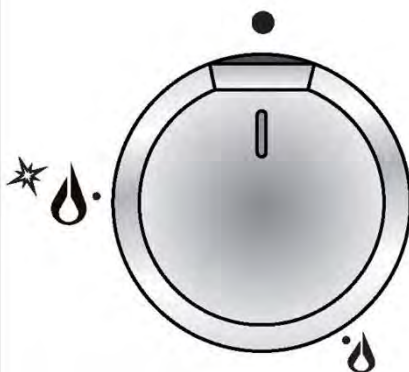

Fig. 2.1
Debitul de gaz către arzătoare se reglează prin rotirea butoanelor (ilustrate în fig. 2.1) care controlează supapele de siguranță.
1. Apăsăți butonul corespunzător și rotiți în sens invers acelor de ceasornic (fig. 2.2) până la poziția de flacără maximă marcată prin simbolul  (fig. 2.1); țineți butonul apăsat până când flacăra a fost aprinsă. În cazul unei pene de curent, aprindeți arzătorul cu un chibrit sau o lumânare aprinsă.